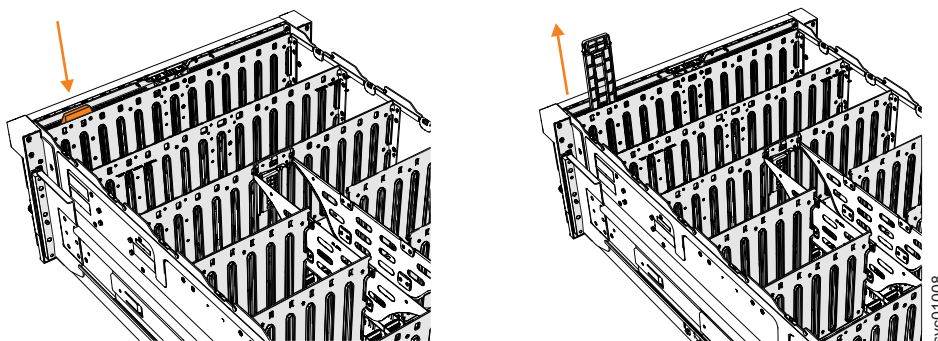

図 128. 表示パネル・アセンブリーの取り外し
3. 図 128 に示すように、表示パネル・アセンブリーの上部の解放タブを押します。